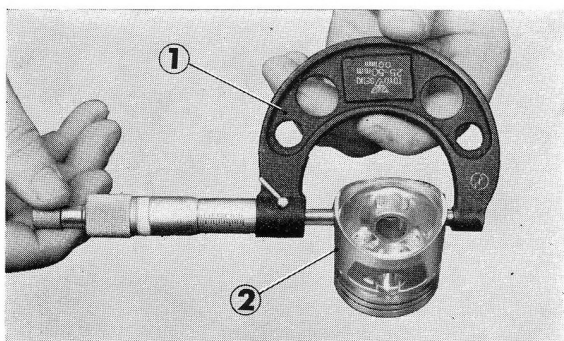

Figure 2-28 : ① palmer ② piston
3. Vérifier le diamètre du piston (figure 2-28)